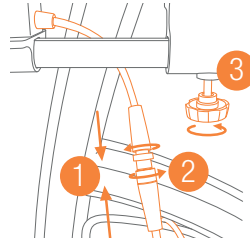

Figura 5: Collegare (1&2) e stringere (3) il controller.
- b. Ricollegare il cavo e serrare il controller ruotando la manopola **(Figura 5)**.